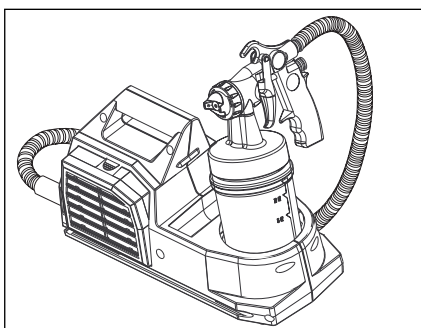

Figure 7
**Remarque:** Vous pouvez poser le pistolet dans le corps de la turbine lorsqu'il est hors d'usage. (Figure 7).